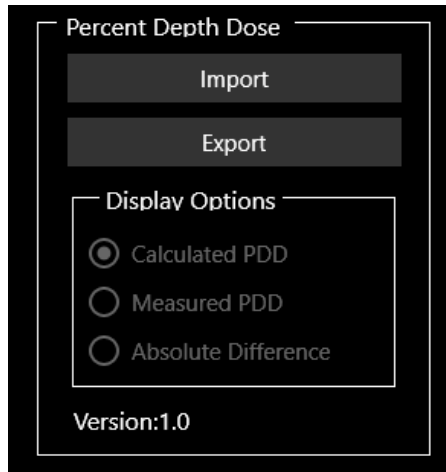

**Abbildung 10-9. Distanz zwischen Fadenkreuzen**
6. Verwenden Sie Strg+Rechtsklick und Ziehen, um die gemessene Distanz zwischen zwei Fadenkreuzen zu messen (siehe Abbildung 10-9).